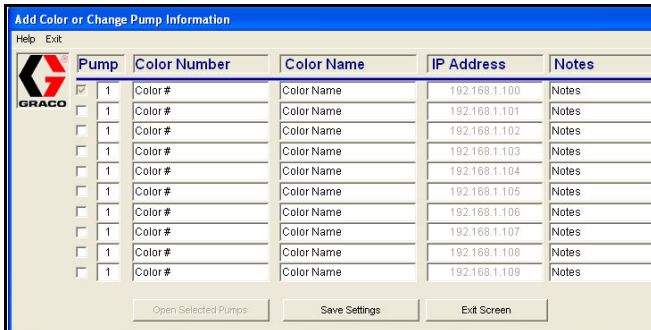

FIG. 20. Collegamenti multipli del VFD
- 5. Immettere le nuove informazioni della pompa. Vedere FIG. 20. Controllare le caselle vicine ad ogni drive collegato.